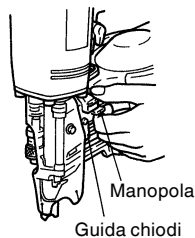

Fig. 1
- (1) Caricate i chiodi nel caricatore
- Afferrate la guida chiodi e la manopola. Poi premete la manopola e ruotate la guida chiodo verso destra. La chiodatrice viene caricata adottando le suddette procedure. (Vedi Fig. 1)